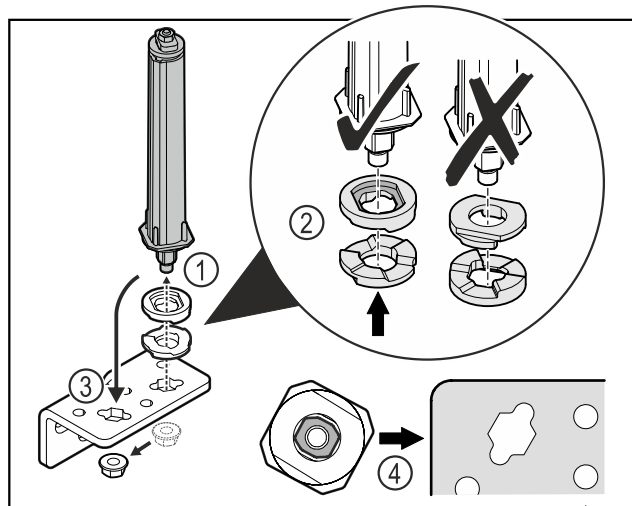

Fig. 36
- ▶ Atskrūvējiet uzgriezni un noņemiet durvju slēgšanas sistēmu Fig. 36 (1).
- ▶ Ievērojiet augstuma regulēšanas paplākšņu pareizo izvietojumu Fig. 36 (2).
- ▶ Pārlieciet durvju slēgšanas sistēmu lokāmajā kronšteinā un nofiksējiet ar uzgriezni Fig. 36 (3).
- ▶ Ievērojiet durvju slēgšanas sistēmas pareizo izvietojumu ievietošanas laikā Fig. 36 (4).